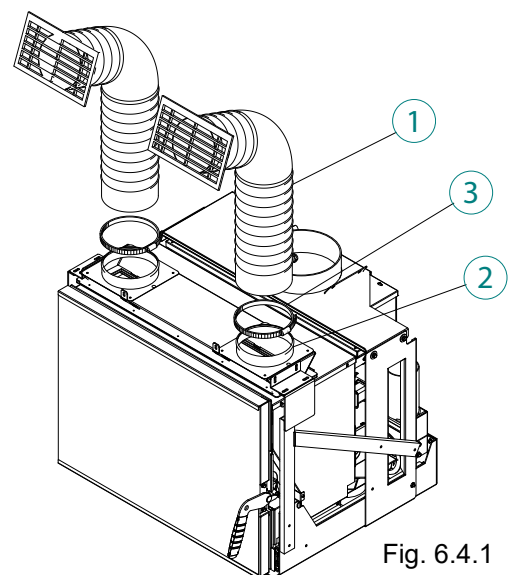

Fig. 6.4.1
Das Rohr (1) an den Halsen (3) mit den Schellen (2) befestigen (Fig. 6.4.1).